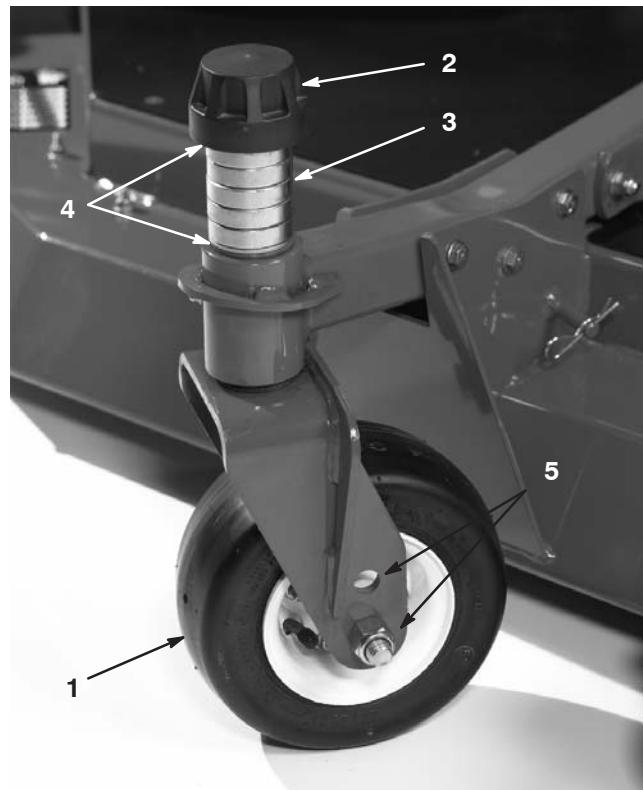

Figure 10
3. Enlevez le chapeau de tension de l'axe de pivot (Fig. 10) et sortez l'axe du bras pivotant. Replacez les 2 cales (3 mm) sur l'axe de pivot comme à l'origine. Elles sont requises pour que les plateaux de coupe soient parfaitement de niveau sur toute la largeur. Placez le nombre requis d'entretoises de 13 mm sur l'axe de pivot pour obtenir la hauteur de coupe voulue, puis ajoutez la rondelle.